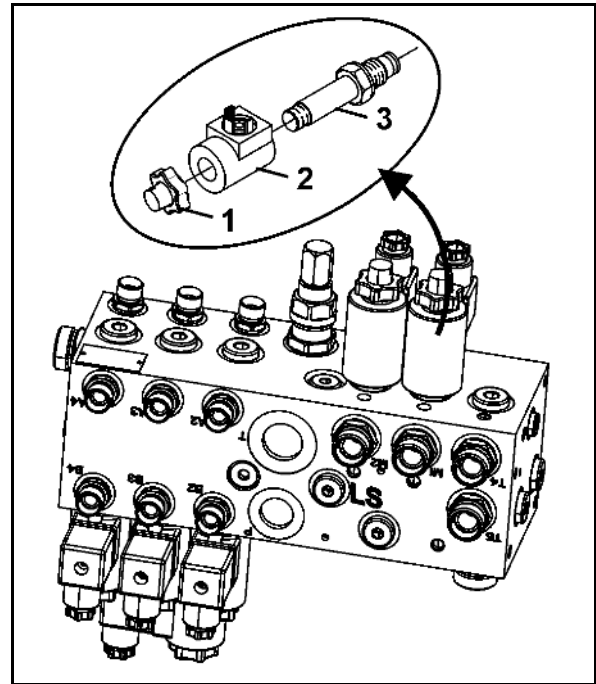

Fig. 57
2. Skru magnetkappen af (Fig. 57/1)
3. Fjern magnetspolen (Fig. 57/2)
4. Skru ventilstangen ud (Fig. 57/3) med ventilsæderne, og rengør med trykluft eller hydraulikolie.